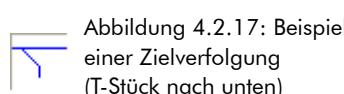

Abbildung 4.2.17: Beispiel
- Besteht die Verbindung aus einer geraden Linie und einer Verzweigung über Eck, wird zuerst das Ziel an der geraden Linie und anschließend das Ziel über Eck gefunden. In dem nachfolgenden Beispiel der Abbildung 4.2.17 würde Treesoft CAD somit das erste Ziel nach rechts (gerade Linie) und das zweite Ziel nach unten verfolgen.